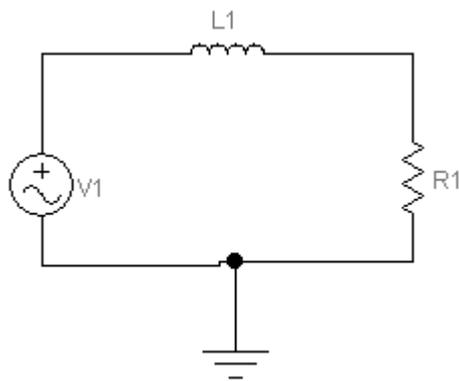

Рис. 33. Схема електричного кола
2.1.2. Перенесіть необхідні елементи на робочу область Electronics Workbench. Приклад виконання схеми показаний на рис. 33.